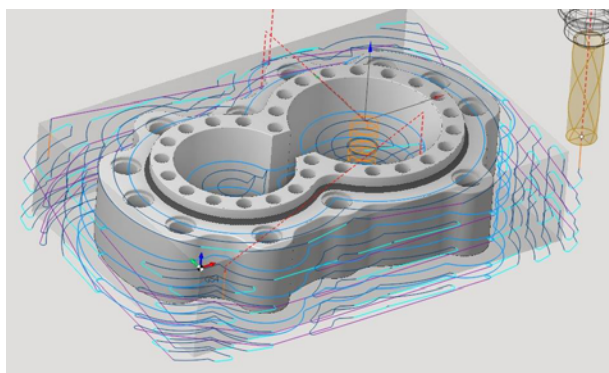

Рис. 2-16. Траектория черновой обработки.
В этом проекте создана одна операция Черновая послойная (рис. 2-16). Создадим обработку только для внутренней области.
В копии операции перейдите на вкладку **Рабочее задание**. Выберите внутренние поверхности, как показано на рис. 2-16; и нажмите на иконку **Рабочая зона** (1), выбранные грани отобразятся списком (2).